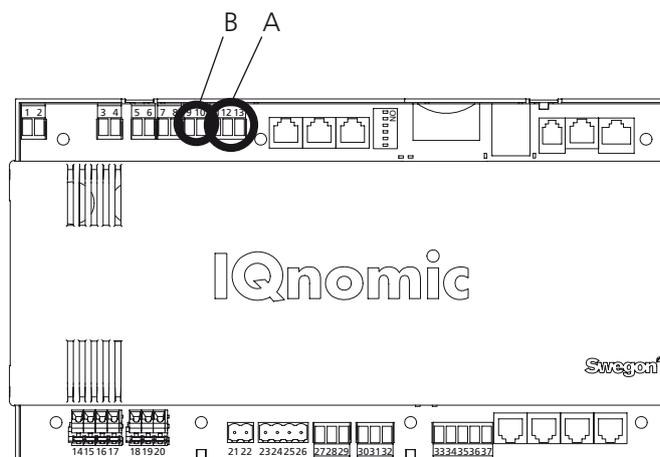

Fig. 5
Connecter l'alimentation 24 V CA aux bornes Vin+ (24) et terre (GND - 23). L'alimentation électrique peut provenir du module de commande de la centrale de traitement d'air, voir ci-dessous et le point B de la Fig. 5.
Connecter le réseau du module de communication GOLDen GATE au module de commande de la CTA GOLD (A dans la Fig. 5). Utiliser un câble à 3 conducteurs.